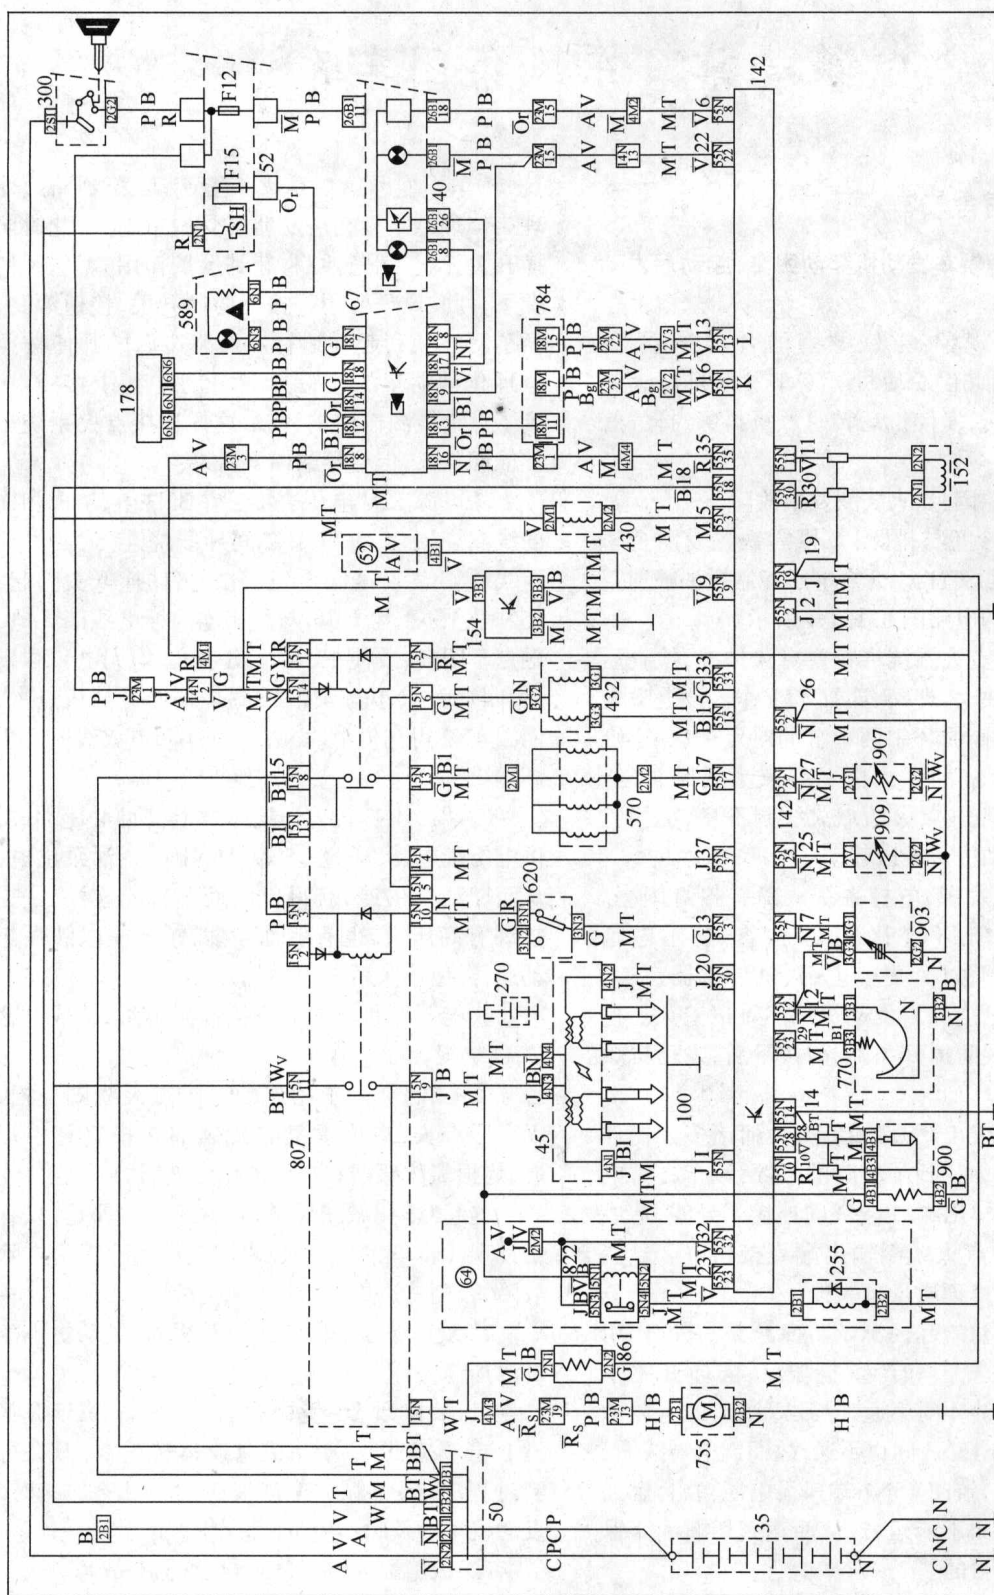

图 1-1 爱丽舍轿车发动机 MP5.2 电喷系统电路图
(3)故障诊断与排除:东风雪铁龙爱丽舍轿车装备的是 BOSCH MP5.2 电子控制燃油喷射系统,电喷系统的电路图如图 1-1 所示。
首先读取故障码。如果没有专用诊断仪,也可采用人工就车提取故障码的方法,即将 16 通道诊断插头(见图 1-1 中的 784)的 16N 端子搭铁 3s 后断开,仪表板上的自诊断警报灯开始闪烁,闪烁代码为两位数码,先闪十位数码,再闪个位数码。每接地触发一次,可读取一组故障码。根据读取的故障码可从维修手册的故障码表中查找对应的故障原因及部位。该车读取的故障码为“33”,故障原因为进气压力传感器(电路图中代号为 903)有故障。